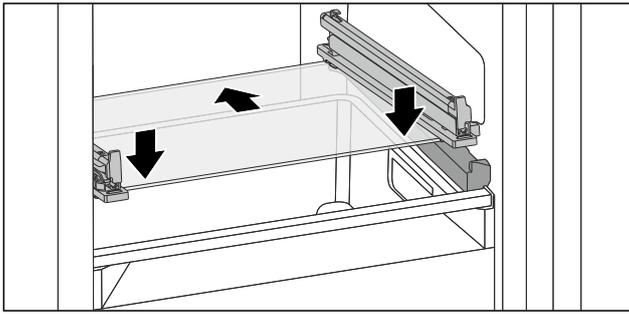

Fig. 74 Glasplatte des abklippbaren Schubfachs
- ▶ Glasplatte schräg hinter den Stopperrn aufsetzen. (siehe Fig. 74)